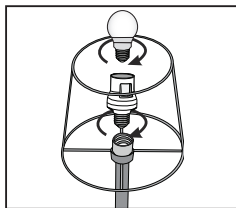

Рисунок 3. Программирование
5.2. Вверните лампу в приемник и закрутите приемник в патрон (рисунок 3). Приемник применяется только с цоколем E27.